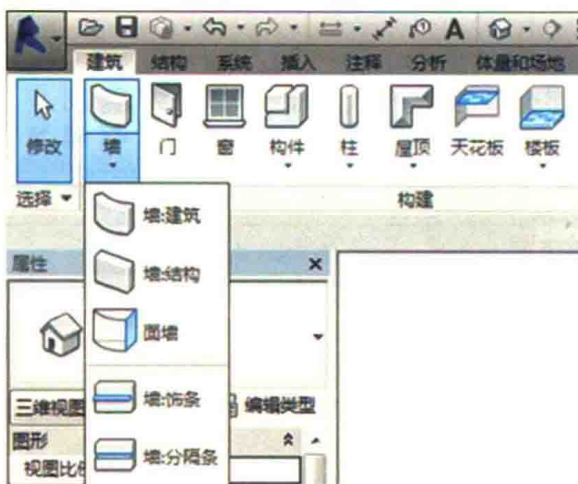

图 1-3-1
(1) 如图 1-3-1 所示, 建筑墙在画法上与结构墙的创建类型类似, 区别只是材质不一致且结构墙没有面层。单击【结构】选项卡【构建】面板中的【墙】工具下拉列表, 在列表中选择【墙: 结构】工具, 进入绘制状态, 自动切换至【修改 | 放置 墙】上下文选项卡。